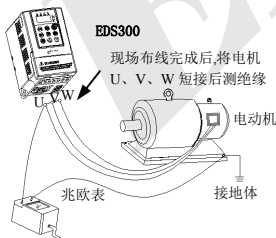

图 1-1 电机绝缘检查示意图
- (1) EDS300 系列变频器为电压型变频器，使用时电机的温升、噪声和振动与工频运行相比较略有增加，属正常现象。
- (2) 如果需要以低速恒转矩长期运行，必须选用变频电机。若使用一般的异步交流电机低速运行时，应监控电机温度或采取强制散热措施，以防烧毁电机。
- (3) 减速箱及齿轮等需要润滑的机械装置在长期低速运行时，可能由于润滑效果变差造成损坏，请事先采取必要措施。
- (4) 若超过电机额定频率运行时，除了考虑电机的振动、噪音增大外，还必须确保电机轴承及机械装置的使用速度范围，请务必事先确认。
- (5) 对于提升设备和大惯性之类的负载，变频器常会因产生过流或过压故障而跳闸，为保证正常工作，应考虑选配适当的制动组件。
- (6) 应通过端子或其它正常的命令通道对变频器进行起停控制。严禁在变频器输入侧使用接触器等强电开关直接频繁起停操作，否则会造成设备损坏。
- (7) 如果需要在变频器输出和电机之间安装接触器等开关器件，请确保变频器在无输出时进行通断操作，否则可能会损坏变频器。
- (8) 变频器在一定的输出频率范围内，可能会遇到负载装置的机械共振点，可设置跳跃频率来避开。
- (9) 使用前，应确认电源电压在允许的工作电压范围之内，否则应做变压处理或订购特种变频器。
- (10) 在海拔高度超过 1000 米的条件下，变频器应降额使用，每增加 1500 米高度输出电流约降低额定电流的 10%。
- (11) 电机在首次使用或长时间放置后再使用之前，应做电机绝缘检查。请使用 500V 电压型兆欧表按图 1-1 所示进行检查，绝缘电阻不得小于 $5\text{ M}\Omega$ ，否则有损坏变频器的可能。